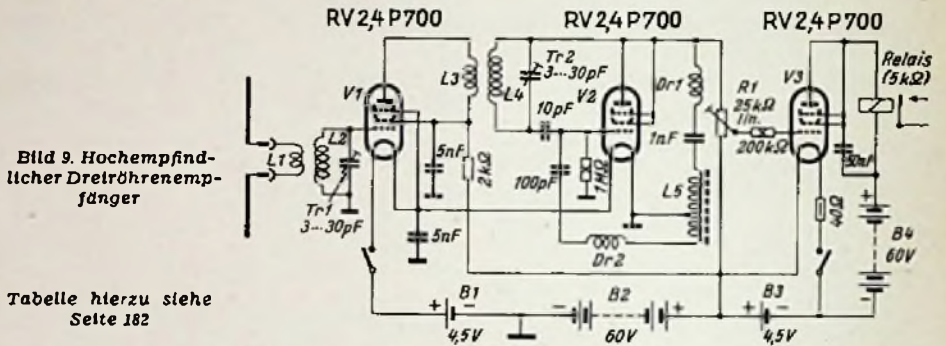
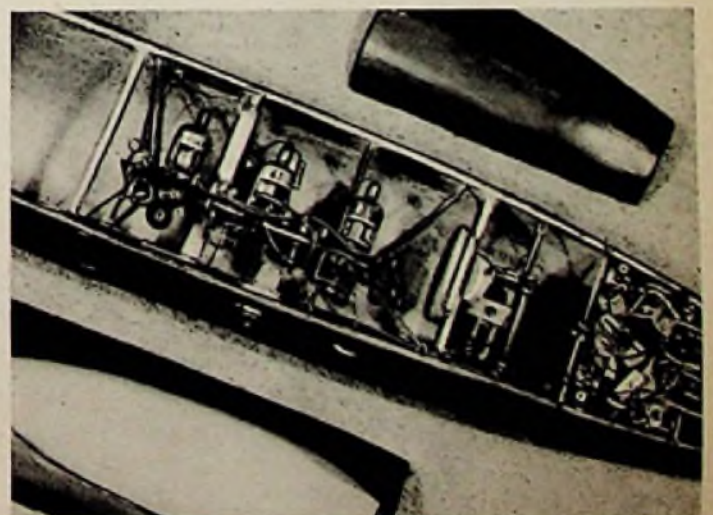

Bild 9. Hohempfindlicher Dreiröhrenempfänger
Bild 13. Gesamtansicht der Dreiröhrenempfangsanlage mit Empfängerrelais und Batterieteil im Bug eines Modellflugzeuges mit Motorantrieb
**Bild 9. Mehrrohrempfänger von Alois Hofmann, Gauting/München.** Das Modell, das diesen Empfänger enthält, errang beim letzten deutschen Fernlenk-Wettbewerb in Darmstadt einen ersten Preis
Rechts: Bild 13. Zweiarmliger Schrittschalter (Einbauschema). R = Ruder, St = Schaltstern, A = Schaltanker, G = Gummiband, L = Spule mit zwei Wicklungen zu je 50 Ω. Wicklung 3-4 schaltet nach Anzug des Schaltankers zur Stromersparnis ab
Für Flugmodelle wird in der Mehrzahl der zweiarmlige Schrittschalter nach Bild 13 und 14 verwendet. Bei ausgeschaltetem Sender steht das Seitenruder immer auf normal, d. h. das Modell fliegt geradeaus oder in einer sehr großen Kurve.
Um eine Fernsteuerung von Flugmodellen auf etwas größere Entfernungen bei relativ geringen Sendeleistungen erzielen zu können, ist ein dreistufiger Pendelempfänger nach Bild 9 entwickelt worden, der aus einer festabgestimmten Hf-Vorstufe, einer festabgestimmten Superregenerativstufe und aus einem Schaltverstärker besteht. Der Antenneneingang der Hf-Stufe mit der Röhre RV 2,4 P 700 ist symmetrisch ausgebildet. Es können deshalb auch gekürzte Dipolantennen verwendet werden, die man entweder auf den Flächen, auf der Nasenleiste oder vor der Tragflächennase als Turbulenzdraht anbringen kann. Es ergeben sich dadurch übersichtlichere Verhältnisse als bei der Verwendung von Schlepp- oder anderen Eindrahtantennen, bei denen vielfach die Relais- und Schalleitungen ein unerwünschtes Gegengewicht bilden. Sollen jedoch Eindrahtantennen benutzt werden, legt man lediglich die eine Seite der Antennenspule an Masse.
Ein Einbaubeispiel für den Dreiröhren-Empfänger nach Schaltung Bild 9 zeigt Bild 13. Man erkennt, daß für dieses Gerät wesentlich mehr Raum benötigt wird und auch der Batterieraum größer gehalten werden muß. Die Schalter für Empfänger und Arbeitsrelais befinden sich an der einen Seitenwand, die aus 0,8 mm starkem Sperrholz besteht, während die Steckkupplung an einem nicht ausgesparten Spant angebracht wird. Der Empfänger wurde liegend eingehängt. Bei dieser Einbauart können die Bugspanten sehr stabil gehalten werden. Die Batterien befinden sich unmittelbar hinter der Nase des Flugmodells und dienen gleichzeitig als Trimmgewichte. Trotzdem war es erforderlich,